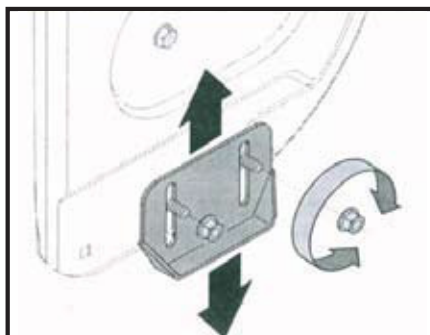

FIG. 14
- Pour le déblaiement de neige proche du sol ou sur une surface douce, montez les chaussures de dérapage ( fig. 14 ) plus haut sur la boîte de foreuse (fig. 14).